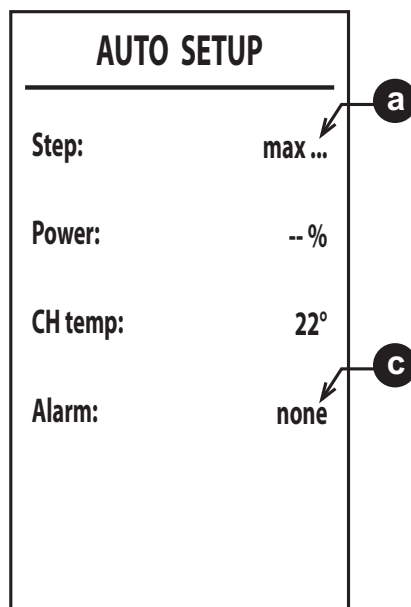

рис. 38
6. После розжига горелка переключается на нагрев с различной мощностью (макс., ср., мин.), как описано в пункте **а** (рис. 38). Если тепловой утилизации системы недостаточно для завершения процедуры, можно активировать запрос на ГВС, но **только после розжига горелки**.
8. Если последовательность розжига, описанная в пункте «6», не удалась, появится сообщение **max_err** в пункте **а** и код ошибки в пункте **с** (рис. 38).